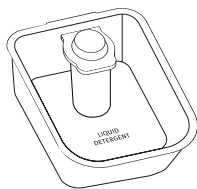
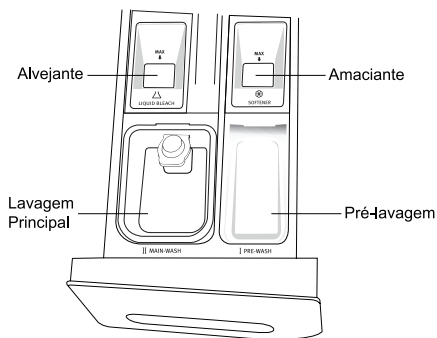

Figura 2
Figura 3
**Lembre-se de colocar o acessório na posição correta (Figura 3) quando for usar sabão líquido.**
Todas as vezes que você quiser utilizar sabão líquido, lembre-se de colocar este acessório (figura 2), conforme indicado na Figura 3
PRÉ-LAVAR	Habilita a pre-lavagem tornando ainda mais eficaz à limpeza de peças com sujeira muito pesada. Quando selecionado essa opção deve-se colocar sabão no compartimento apropriado da gaveta de sabão conforme figura 3.